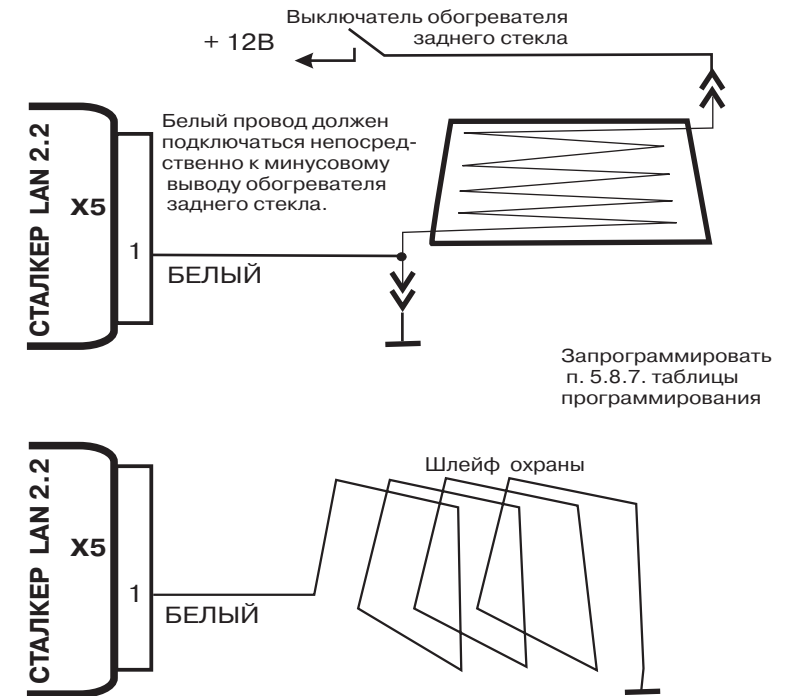

Рис. 2. Варианты подключения зоны охраны аксессуаров
5. В качестве зоны охраны можно также использовать сервисный(-) вход Х5/1 - см.рис.2.
При снятии заднего стекла злоумышленник получает доступ к аксессуарам, находящимся внутри автомобиля. Чтобы отреагировать на покушение, в автомобильном охранном комплексе СТАЛКЕР LAN 2.2 предусмотрена зона охраны аксессуаров (рис.2). При предварительно запрограммированном п.5.8.7 ее срабатывание происходит в момент разрыва контакта между сервисным входом Х5/1 и -12В.